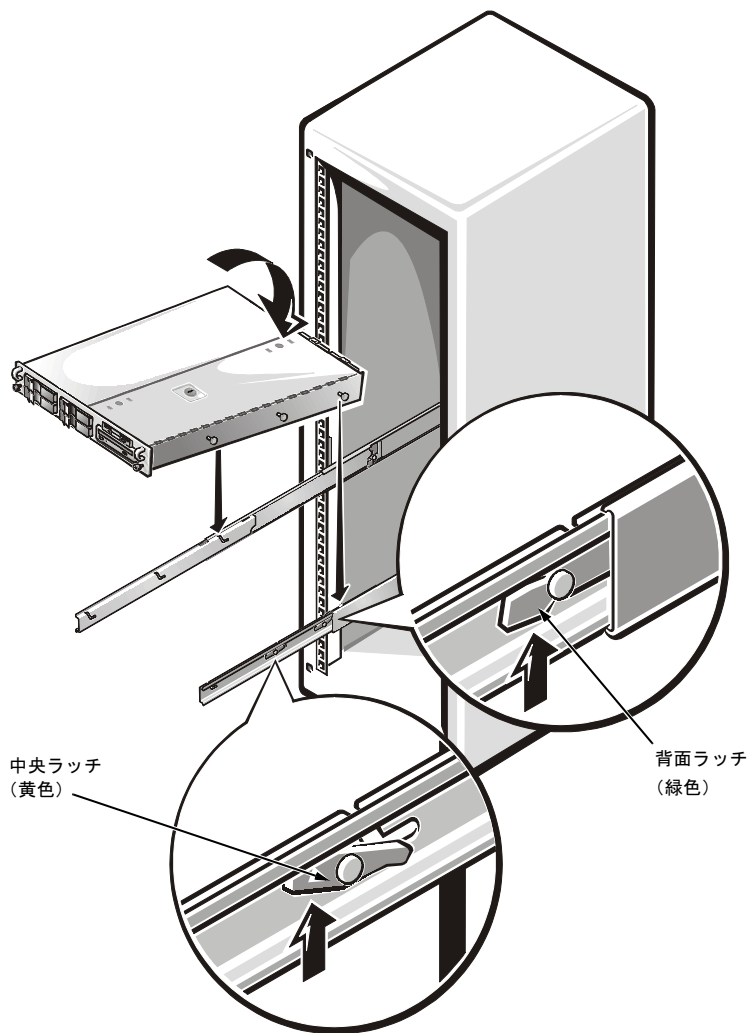

図 2-10 システムのラックへの取り付け
| 図 2-10 | システムのラックへの取り付け | 2-13 |
4. システム側面にある背面段つきナットをスライドアセンブリの背面スロットに合わせながら、システムを傾けます（図 2-10 参照）。
6. 中央（黄色）ラッチが定位置でカチッと音が鳴るまでスライドアセンブリをシステム内部へ押し込みます。中央段つきナットにロックされます。（図 2-10 参照）。